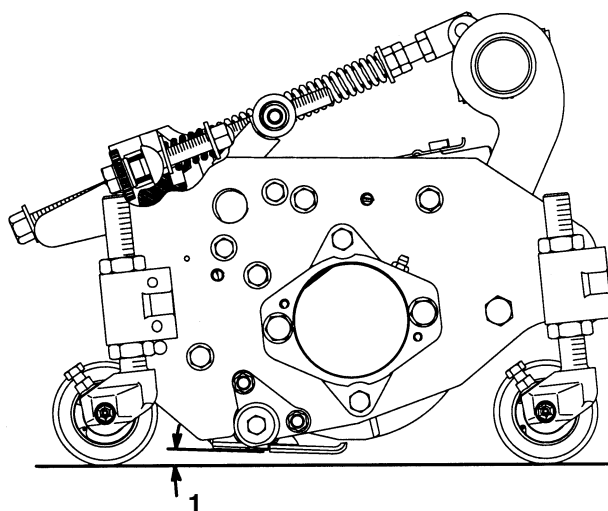

Fig. 1
1. Per aprire il deflettore posteriore (Fig. 1), allentare la vite mordente a testa flangiata che fissa il deflettore alla fiancata sinistra, girare il deflettore per aprirlo, e serrare la vite mordente.